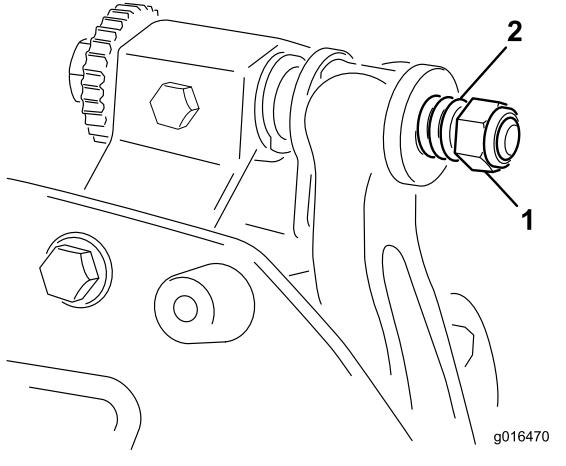

図 23
- スプリングがつぶれるまでテンションナットを締め、そこから半回転戻す図 23。